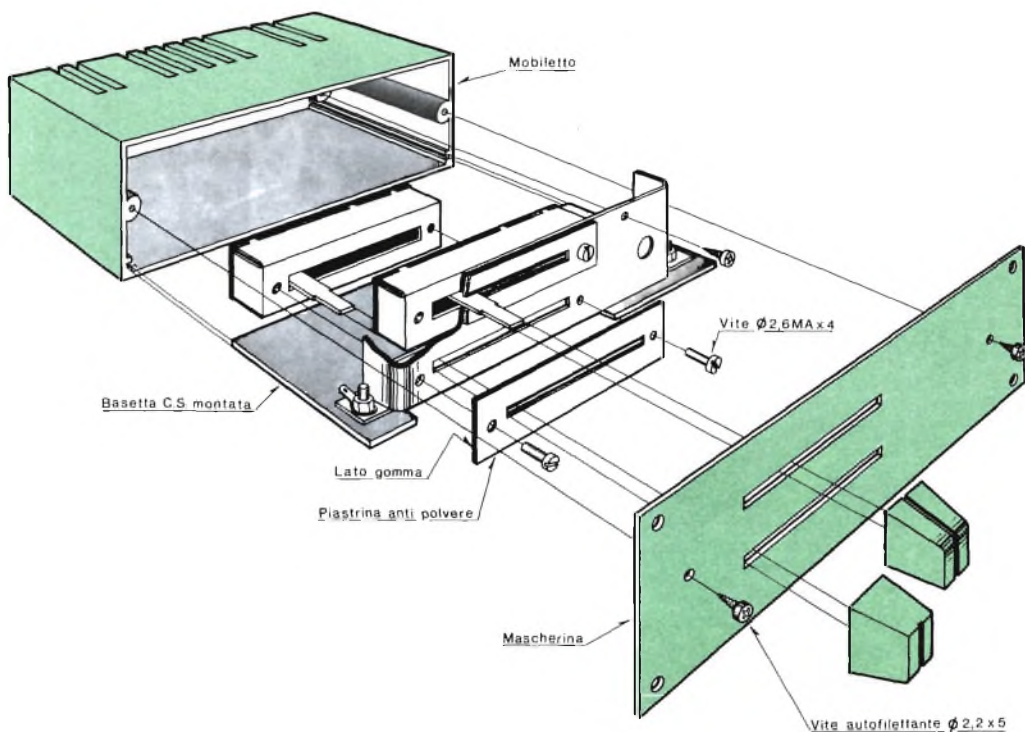

Fig. 4 - Esploso di montaggio dell'UK 890.
Circuiti nuovi - Progettato per l'uso come regolatore di velocità dei motori universali a bassa potenza del tipo usato nelle macchine per cucire, nei mescolatori, nei frullatori ed in apparecchi elettrodomestici similari, il circuito visibile nella *fig. 4-a* è stato tratto dal manuale tecnico della G.E., dedicato al diodo controllato al silicio tipo C106.
Poiché né la disposizione dei componenti né la stesura dei collegamenti risultano critiche, il circuito del regolatore può essere realizzato su una basetta perforata, su un piccolo telaio, oppure su un circuito stampato. Naturalmente, il diodo controllato al silicio deve essere montato su una piastra di raffreddamento e devono essere rispettate tutte le polarità della tensione continua. Se uno spazio adeguato è disponibile nell'apparecchio che si vuole controllare, il circuito del regolatore può esservi sistemato quale diretto sostituto del vecchio controllo; in caso contrario, il regolatore può essere realizzato separatamente in una piccola scatola di plastica od anche di metallo, opportunamente isolata. Il circuito per il controllo di volume a distanza, mostrato nella *fig. 4-b*, rappresenta una delle molteplici, possibili applicazioni di un unico nuovo componente, presentato recentemente dalla Motorola. Indicato quale attenuatore elettronico tipo MFC6040, il nuovo dispositivo è un circuito integrato monolitico al silicio, realizzato in un contenitore di plastica munito di sei terminali, comprendente dieci transistori N-P-N, tre diodi, diciotto resistori ed un condensatore integrato. Esso può fornire un guadagno di tensione di 13 dB ed ha un campo di attenuazione che si estende fino a 90 dB. Il massimo valore efficace della tensione del segnale d'entrata è 0,5 V, mentre la sua risposta in frequenza arriva intorno a qualche megahertz.
Fig. 4 - Il circuito mostrato in a) fa uso di un diodo controllato al silicio per la regolazione della velocità di un motore universale a bassa potenza. Il circuito mostrato in b) impiega un nuovo attenuatore elettronico a circuito integrato in un controllo di volume a distanza, con un guadagno che si aggira sul valore di 13 dB.
Tra la superficie esterna della squadretta e la testa delle viti dovranno essere inserite le due piastrine antipolvere, come è mostrato nella fig. 4.
- Fissare la mascherina al mobiletto utilizzando le due viti autofilettanti da 2,2 x 5 (fig. 4).
Fig. 4 - Montando i componenti sul circuito stampato, si faccia la massima attenzione al giusto orientamento dei terminali. I collegamenti agli interruttori passano attraverso il taglio praticato nel circuito stampato (chiaramente visibile nello schema in basso a sinistra).
minali al loro posto sulla facciata delle piste di rame, facendo attenzione che i terminali restino verticali, quindi saldateli. Montate gli altri componenti come indicato nella *fig. 4*, usando un saldatore di bassa potenza e filo di stagno sottile. Si noti che non tutti i circuiti integrati sono montati allo stesso modo: per orientarli correttamente fate attenzione all'intaccatura riportata sul loro involucro od al punto colorato.